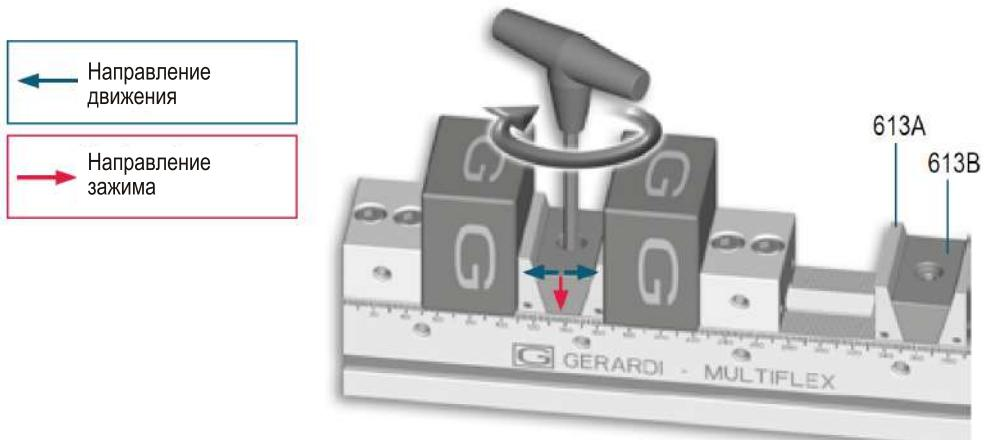

Рисунок 6
- 4 – Зажмите 2 заготовки, поворачивая по часовой стрелке винт арт. 613D (стр. 10) зажимного клина арт. 613B (рис. 6)